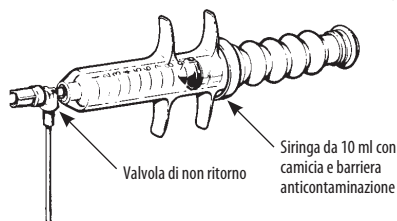

Figura 3. Siringa e valvola di non ritorno
1. Collegare la siringa da 10 ml alla valvola di non ritorno/a flusso passante (Figura 3).